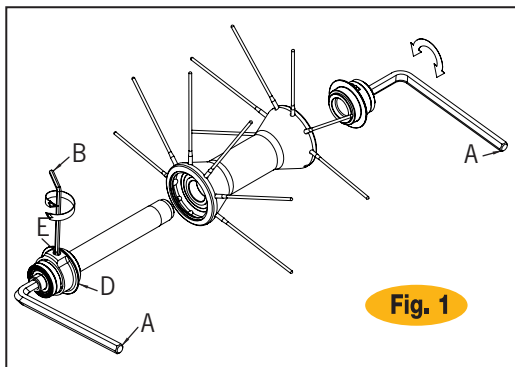

Fig. 1
• Introduzcan dos llaves Allen (A) en las tuercas de tope en los extremos de los bujes (Fig. 1). y gírenlas en sentido **antihorario**.
- Aflojen el perno (E) con una llave Allen (B) (Fig. 1).
- Aprieten el perno (E).